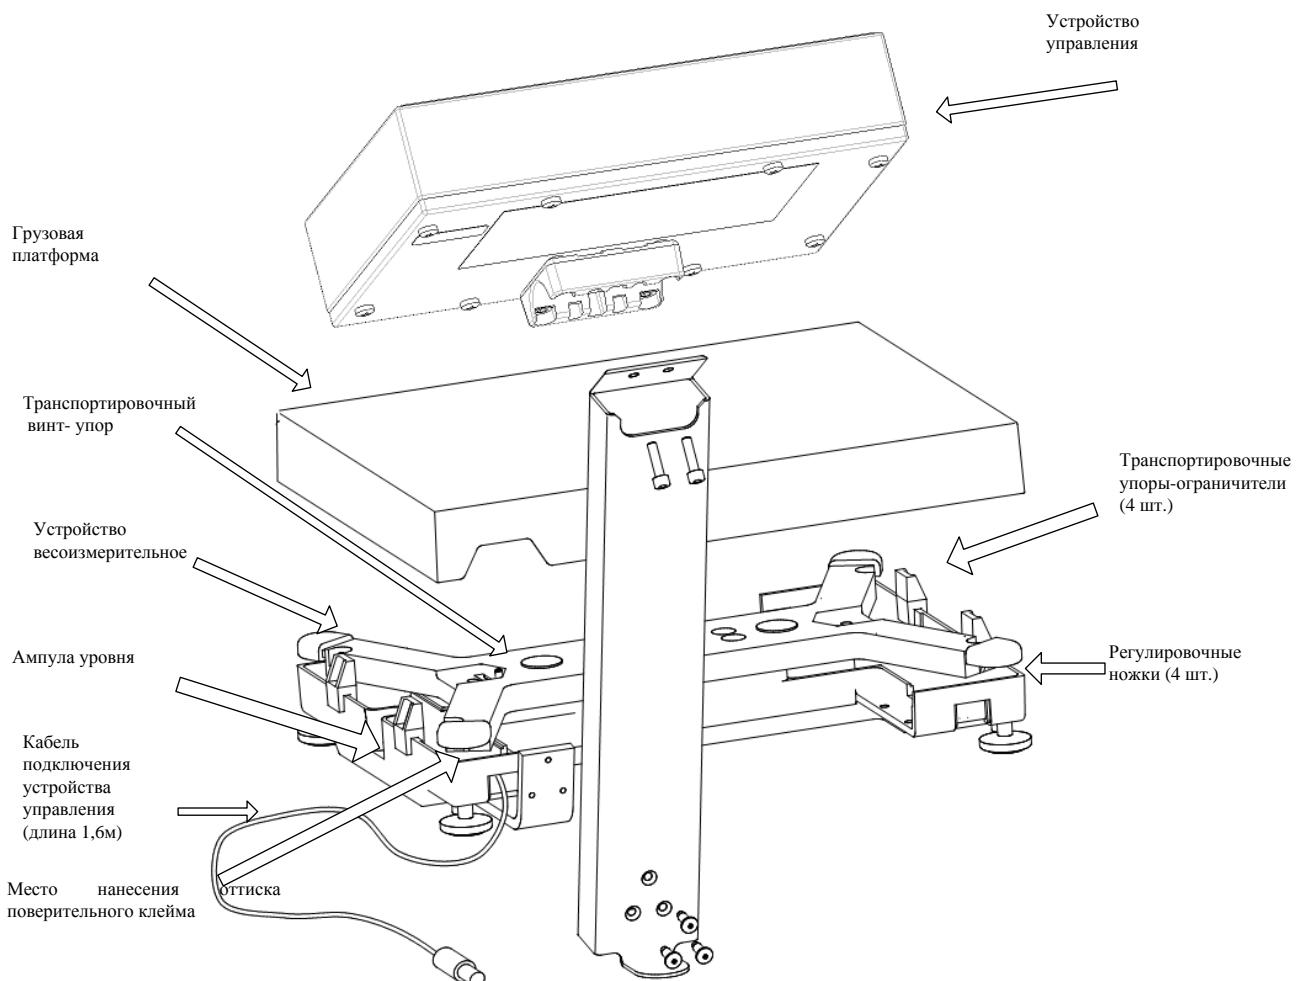

Рис. 5.1 - Весы MK_AB21, MK_AB21(RUEW)
Конструкция весов представлена на Рис. 5.1.
6.2 Снять грузоприемную платформу с весов и убрать транспортировочные упоры-ограничители (Рис. 5.1).
- нанести на весы оттиск поверительного клейма (см. Рис. 5.1);